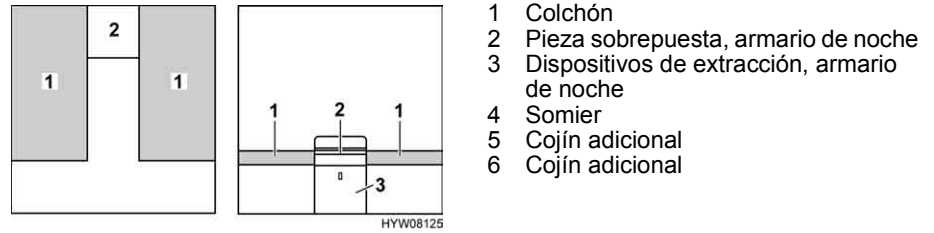

Fig. 86 Antes de la transformación
- Quitar la pieza sobrepuesta del armario de noche (Fig. 86,2) y depositarla a un lado.